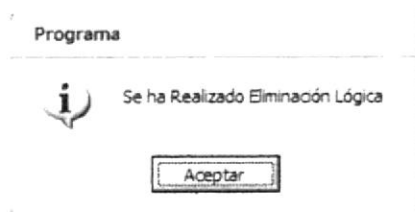

Figura 3.49 Mensaje de Eliminación de Color
3. Si se ha realizado la eliminación aparecerá el mensaje (Ver figura 3.49).